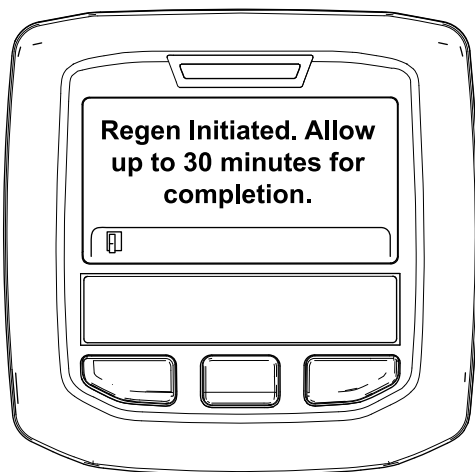

Figure 39
- Si la régénération est permise, le message "Regen Initiated. Allow up to 30 minutes for completion" (Régénération lancée. Attendre jusqu'à 30 minutes qu'elle se termine) s'affiche sur l'InfoCenter; attendez que la machine achève le processus de régénération stationnaire (Figure 39).